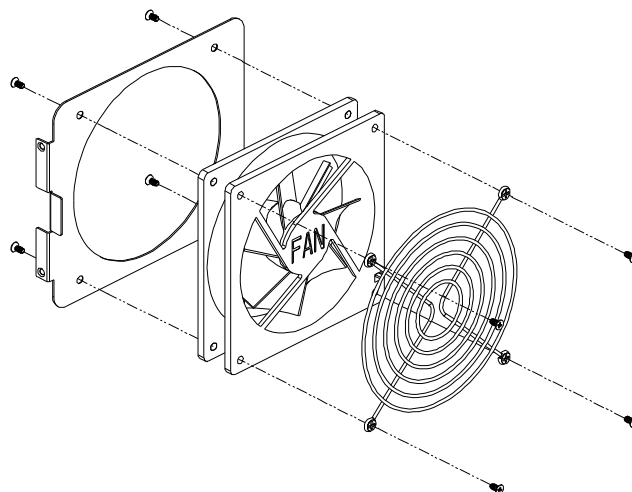

Figure 3.4 Replacing the Cooling fan from the fan Bracket/ 从风扇支架上更换冷却风扇 / 從風扇支架上更換冷卻風扇
3. Loosen the two screws on the side of the fan unit and then gently pull it out (see Figure 3.4).
3. 卸下风扇上部的 2 个螺丝，然后将其取出，如图 3.4 所示。